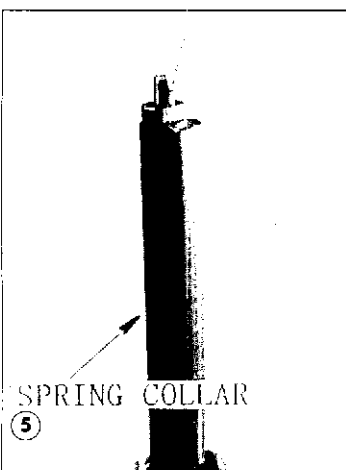

Fig. 10
- 17) Introduire dans l'écrou de serrage un fil de fer 600 mm. de long, de façon à soulever la tige piston (Fig. 10).